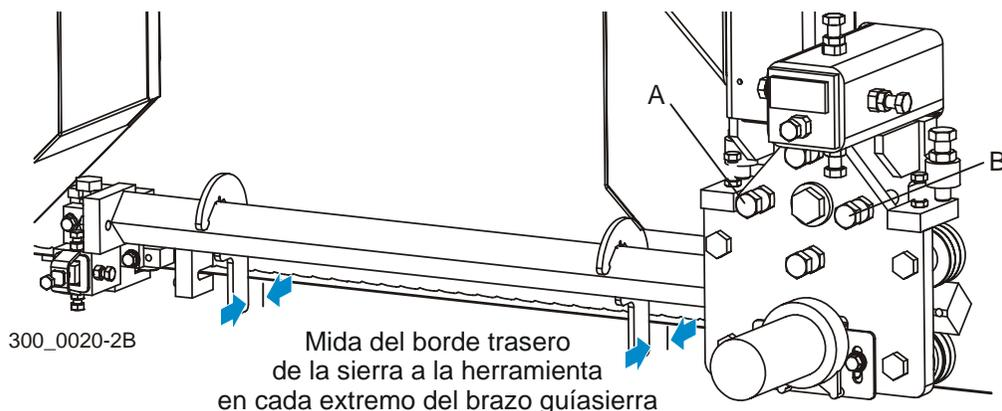

FIGURA 7-14
Vea la Figura 7-14. Fije la herramienta de alineación al brazo guíasierra, cerca del compartimiento de sierra externo. Mida la distancia del borde trasero de la hoja de sierra a la herramienta. Mueva la herramienta hacia el extremo del brazo cerca del guíasierra. Mida nuevamente del borde trasero de la sierra a la herramienta. Las dos medidas en cada extremo del brazo deben ser iguales dentro de $1/32$ ". Para ajustar la inclinación horizontal del brazo paralelo a la hoja de sierra, ajuste los pernos (A y B) en la placa de montaje del brazo guíasierra. Afloje las contratuercas. Ajuste el perno (A) hacia afuera y el perno (B) hacia adentro para mover el brazo alejándolo de la hoja de sierra. Ajuste el perno (B) hacia afuera y el perno (A) hacia adentro para mover el brazo hacia la hoja de sierra. Vuelva a revisar la distancia del borde trasero de la hoja de sierra a la herramienta en ambos extremos del brazo. Vuelva a ajustar si es necesario. Apriete las contratuercas.